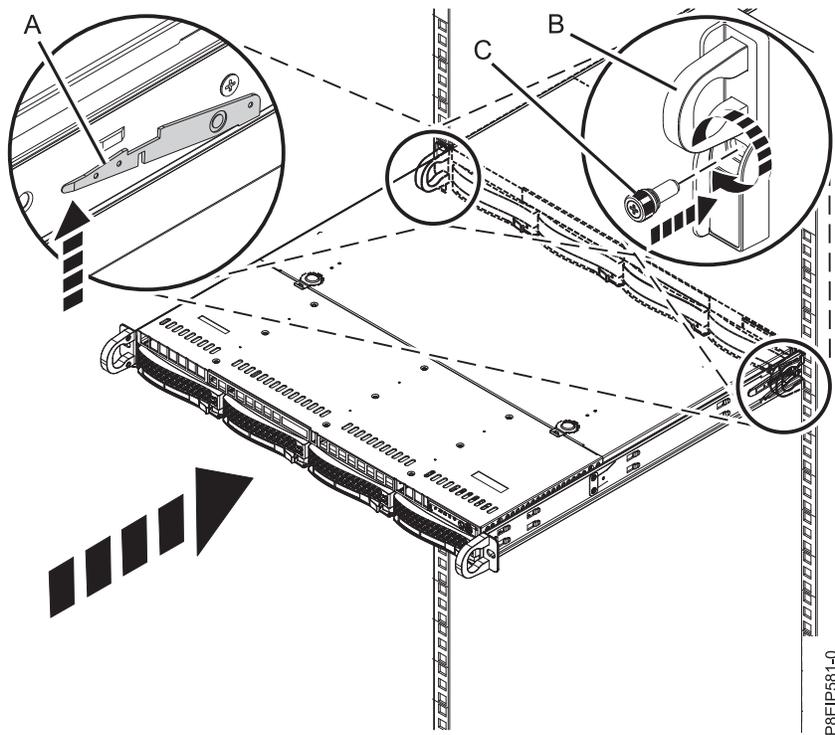

Abbildung 60. System in die Betriebsposition bringen
- Entriegeln Sie die Schienensicherungsverriegelungen (A), indem Sie sie nach oben anheben (siehe Abb. 60 auf Seite 99). Schieben Sie das System anschließend vollständig in das Rack.